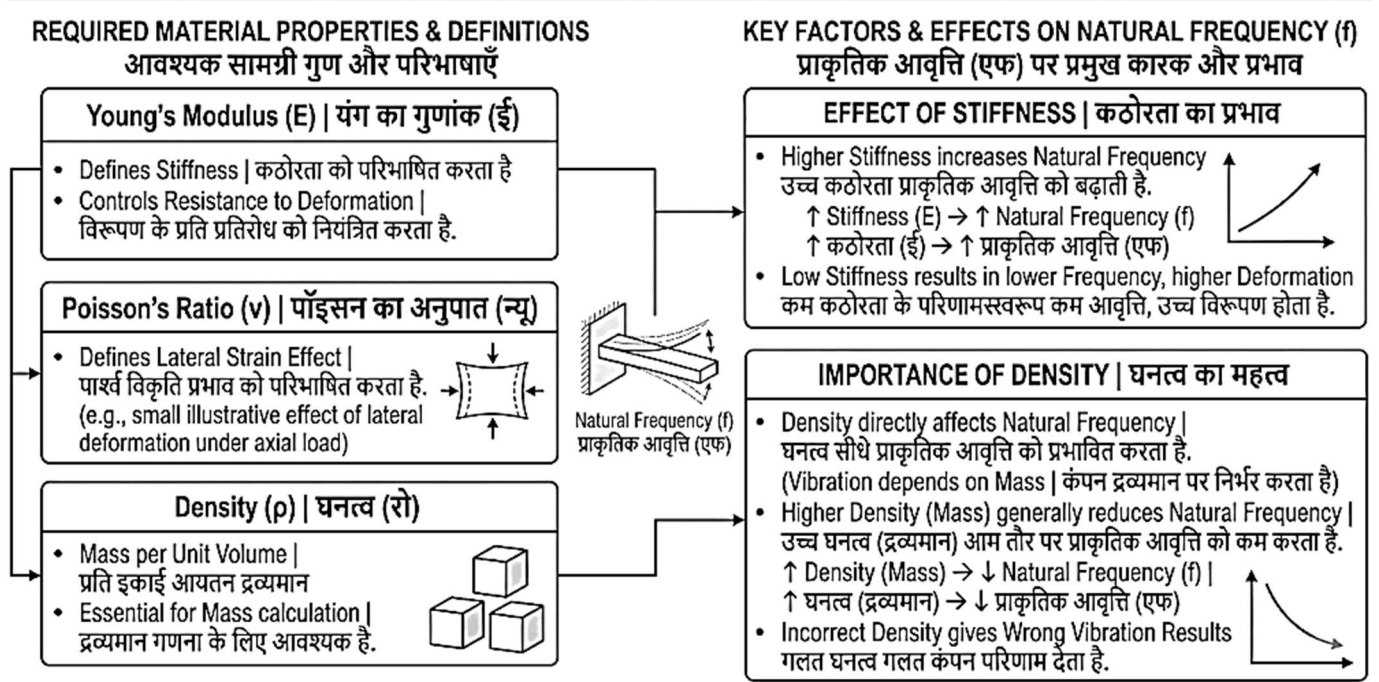

Fig. 2.6: Material Properties in Modal Analysis | मॉडल विश्लेषण में सामग्री गुण
2.6.1 Required Material Properties (Fig. 2.6)
2.6.1 आवश्यक सामग्री गुण (Fig. 2.6)